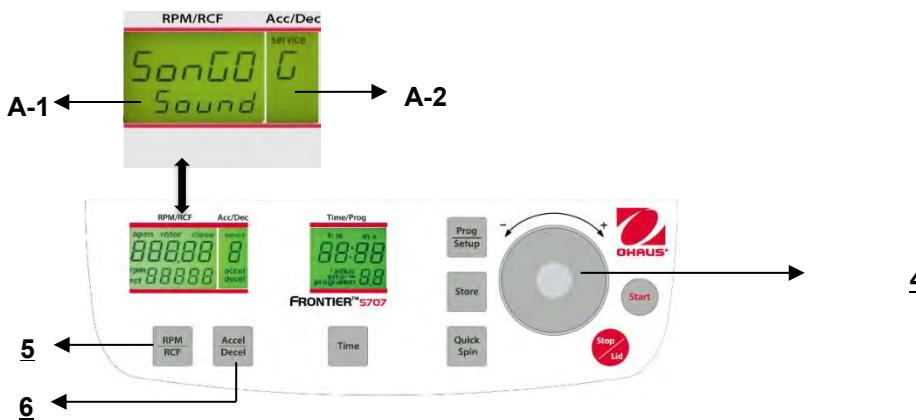

Abbildung. 31
Fahren Sie fort wie unter Punkt 4.1.2 beschrieben, um in den Programmmodus einzutreten und drücken Sie dann die Taste "Accel/Decel"(6). Auf der Anzeige blinkt "Acc/Dec" (A-2) das Wort "Service". Wählen Sie nun den Buchstaben "G" mit Hilfe des Anpassungs Wähl scheibe (4). Als Ergebnis erscheinen auf der Anzeige "RPM/RCF" (A-1) die Worte "Song/Sound". Nach dem Drücken der Taste "RPM/RCF" (5) können Sie mit Hilfe des Anpassungs Wähl scheibe (4) ein Lied auswählen. (Siehe Abbildung 31).